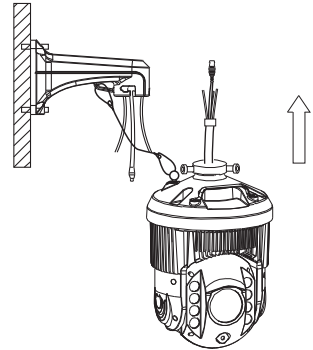

图2.4
5. 将安全绳的另一头扣于壁装支架相应孔中，然后再将支架中的连接线与球机尾线进行相应连接。（如图2.4所示）